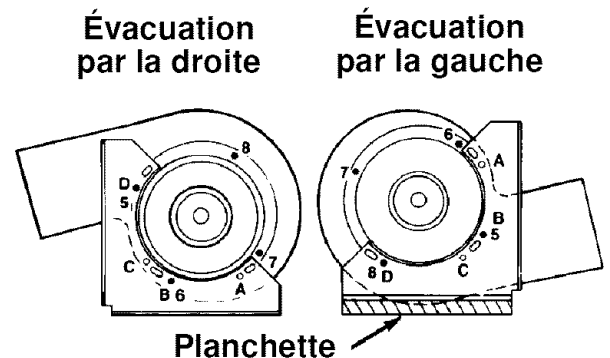

Figure 17
4. Changer les supports de montage de place sur la coque du ventilateur tel qu'indiqué à la figure 17.
**a. Évacuation par la droite (figure 17).**
**b. Évacuation par la gauche (figure 17).**
5. Fixer la coque du ventilateur au plancher en le tournant de façon à ce que la sortie d'air soit vers l'ouverture d'évacuation et l'admission d'air vers l'avant de l'armoire. Par ailleurs, dans le cas d'une évacuation vers la gauche, une planchette d'environ 1 1/2 po d'épaisseur x 9 po de long (3,8 x 22,9 cm) doit être placée sous les flasques du support de montage du ventilateur (voir la figure 17).